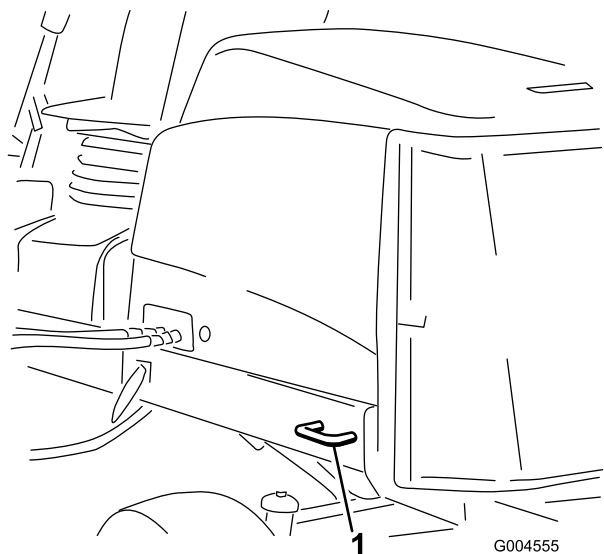

Figure 48
- Arrière – chaque côté de la machine sur le châssis arrière (Figure 48).